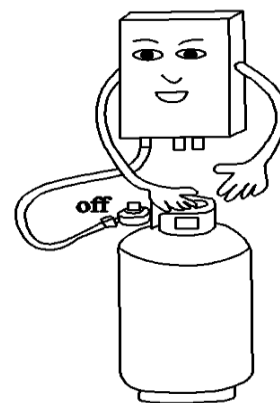

Fig.10
- Cierre la válvula de gas después de cada ducha (Fig.10).
- Compruebe si la llama se apaga después de cada ducha y no olvide cerrar la válvula de gas (Fig.10)